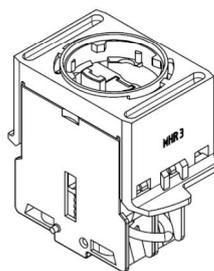
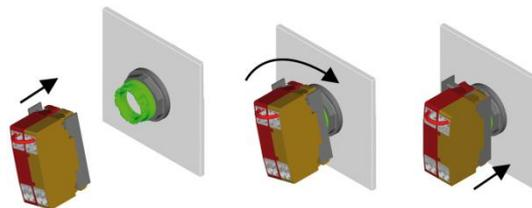

Fig. 1: montage MTZU dans l'étrier de fixation MHR_3
Fig. 3: montage correct des blocs de contact modulaires MTZU, MTZU_564
6. Les blocs de contact modulaire doivent d'abord être alignés et encliquetés dans un étrier de fixation avant les verrouiller avec les têtes de commande (voir fig. 1 – fig. 3)
- L'étrier de fixation MHR_3 ne doit pas être utilisé avec la version bi-canal, voir fig. 1 – fig. 3